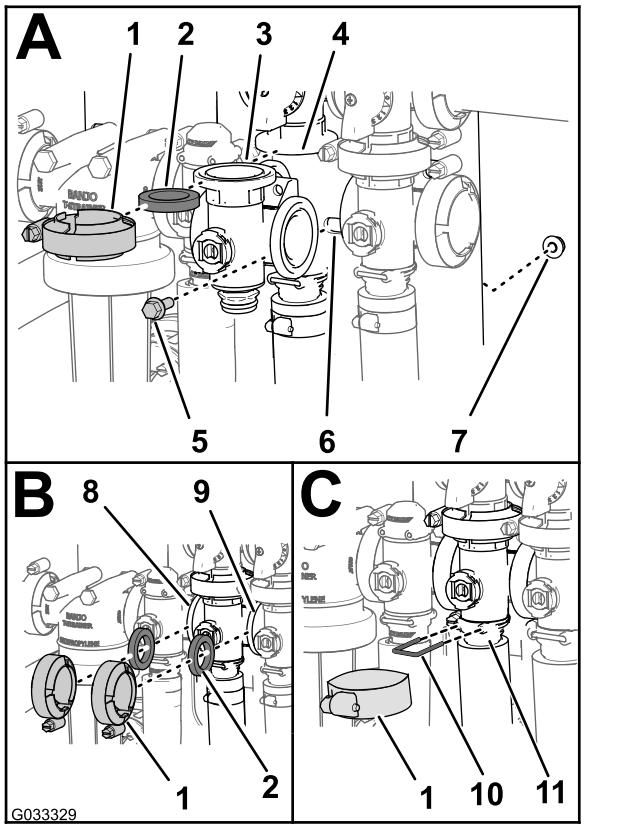

Рисунок 76
1. Совместите фланец коллектора клапана перемешивания, 1 прокладку и фланец перепускного клапана перемешивания (Рисунок 76А).
2. Смонтируйте перепускной клапан перемешивания, прокладку и коллектор клапана перемешивания с помощью хомута, затянув его от руки (Рисунок 76А).
3. Установите прокладку между фланцами клапана управления нормой внесения и коллектором клапана перемешивания (Рисунок 76В).
4. Смонтируйте прокладку и коллектор клапана перемешивания с помощью хомута, затянув его от руки (Рисунок 76В).
5. Установите прокладку между фланцами коллектора клапана перемешивания и главного клапана секций (Рисунок 76В).
6. Смонтируйте коллектор клапана перемешивания, прокладку и главный клапан секций с помощью хомута, затянув его от руки (Рисунок 76В).
7. Смонтируйте коллектор клапана перемешивания и гнездо с помощью хомута, затянув его от руки (Рисунок 76С).
8. Прикрепите штуцер торцевой крышки к выпускному штуцеру, вставив держатель в гнездо выпускного штуцера (Рисунок 76С).